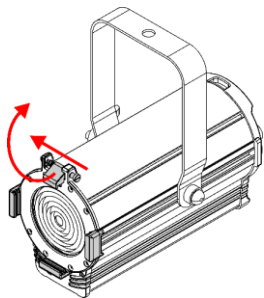

Fig. 10
- 01) Spingere la **vite caricata a molla (01)** e contemporaneamente sollevare il **clip del telaio per gelatina (02)** e capovolgerlo all'indietro (cfr. Fig. 10).